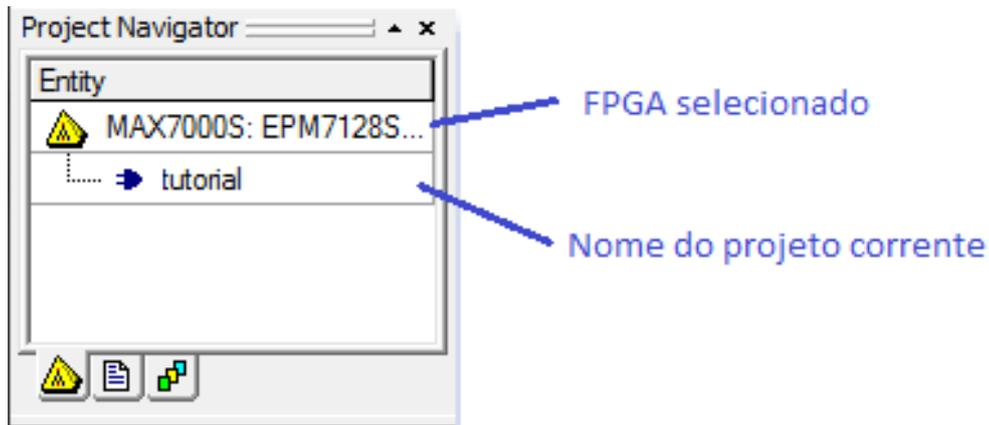

Figura 6 – Project Navigator: Entity com o FPGA selecionado.
Para verificar qual é o FPGA sendo usado no projeto, basta observar a região **Project Navigator: Entity**, normalmente localizado à esquerda do ambiente do Quartus(R) II 9.1. Veja a figura 6.